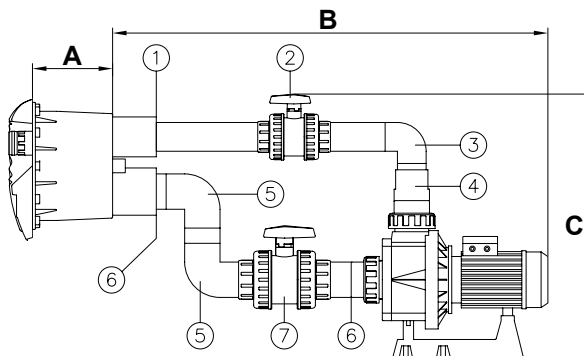

Fig. 6
- Verbinden Sie die Reduzierhülse von 75x63 mm (Nr.1, Fig.6) im Anschluß für den Antrieb des Gehäuses (siehe Fig. 6).
- Verbinden Sie ein Rohr \varnothing 63mm (*) mit der Reduzierhülse (Nr.1, Fig. 6).
- Verbinden Sie das Ventil \varnothing 63mm (Nr.2, Fig. 6) mit dem Rohr \varnothing 63mm (*).
- Verbinden Sie das Rohr \varnothing 63mm (*) mit dem Ventil \varnothing 63mm (Nr.2, Fig. 6).
- Verbinden Sie den Rohrkrümmer \varnothing 63mm (Nr.3, Fig. 6) mit dem Rohr \varnothing 63 mm (*).
- Verbinden Sie das Rohr \varnothing 63mm (*) mit dem Rohrkrümmer (Nr.3, Fig.6).
- Verbinden Sie die konische Reduzierung von 90/75/63 mm (Nr.4, Fig. 6) mit dem Rohr \varnothing 63mm (*) und mit der Rohrverschraubung der Pumpe \varnothing 90mm.
- Verbinden Sie die Reduzierhülse von 75x63 mm (Nr.6, Fig.6) im Anschluß für die Ansaugung des Gehäuses (siehe Fig. 6).
- Benutzen Sie ein Rohr von \varnothing 75mm (*) und schließen Sie damit einen Rohrkrümmer \varnothing 75mm (Nr.5, Fig.6) an die Reduzierhülse (Nr.6, Fig.6) an.
- Mit einem Rohr von \varnothing 75mm (*) vereinen wir nun den anderen Rohrkrümmer von \varnothing 75mm (Nr.5, Fig.6) mit dem schon verklebten Rohrkrümmer (siehe Fig. 6).
- Verbinden Sie das Ventil \varnothing 75mm (Nr.7, Fig.6) mit dem Rohrkrümmer (Nr.5, Fig.6), indem Sie für den Anschluß ein Rohr von \varnothing 75mm (*) benutzen.
- Verbinden Sie ein Rohr \varnothing 75mm (*) mit dem Ventil (Nr.7, Fig. 6).
- Verbinden Sie eine Reduzierhülse von 90x75 mm (Nr.6, Fig.6) mit dem Rohr \varnothing 75mm (*) und mit der Rohrverschraubung der Pumpe \varnothing 90mm.